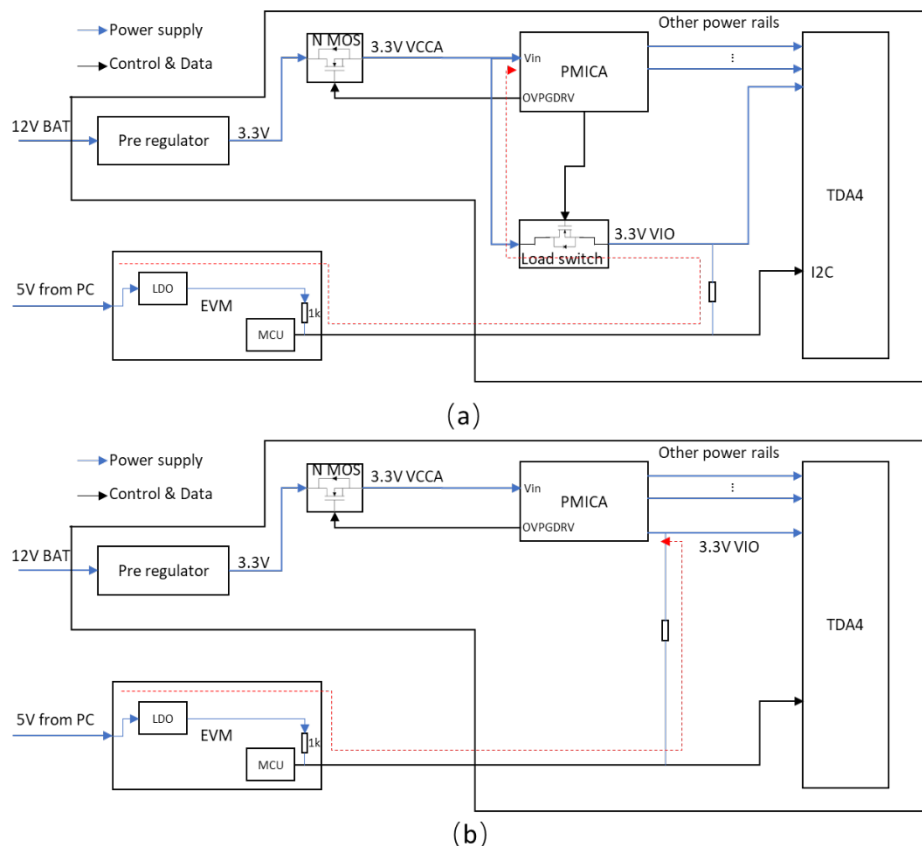

图 4-3. I2C 路径电流倒灌机制示意图
4. PC 和 EVM 通过 USB A to C 数据线连接, USB 为 EVM 供电, 除此之外 EVM 不需要额外的供电。一般而言, 需要先给待测板上电, 再给 EVM 供电, 否则系统大概率会起不来。原因分析如图 4-3 所示, 分为 (a) 和 (b) 两种情况讨论, 对于情况 (a), 待测板的 I2C 上拉到 PMIC 控制的外部开关输出, 当 EVM 先上电时, I2C 信号管腿先获取了电压, 通过外置 load switch 的寄生体二极管, 如红色虚线箭头所示的路径, 倒灌回了 PMIC 的输入端, 导致 Fail Short BIST 失败, NMOS 不开启, 待测芯片处于关机状态, 此时无法通过 I2C 访问待测板上 PMIC。对于情况 (b), 待测板的 I2C 上拉到 PMIC 的某一路输出, 如果此时 EVM 先上电, 电压就会经过红色虚线箭头的路径倒灌到 PMIC 的输出端, 阻塞残压检测机制导致无法启动, 此时待测板上 I2C 是可以工作的, 但是 PMIC 是没有输出的 (可能待定位的故障现象宏观上也是这样), 此时会因为读取到错误的寄存器信息 (比如当前连接到 I2C 上拉的那一路报 SC 故障) 而带偏问题的定位方向, 因此千万要注意!